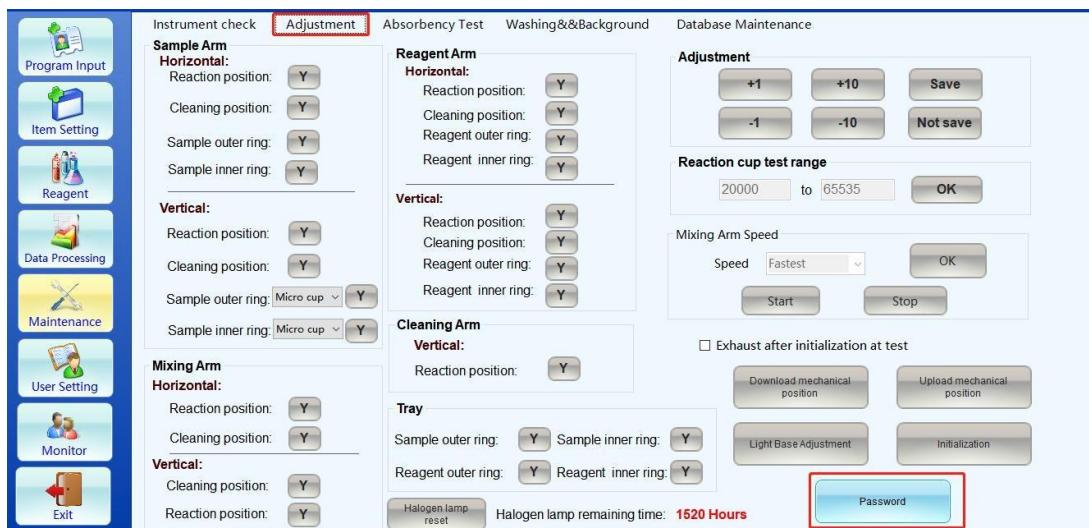

Figura 7-6 Ajuste
Passo 3: Clique em [Manutenção] na barra de menu da interface principal de software e insira a interface [Ajuste] da área de trabalho, como mostrado na figura 7-6. Clique no botão [Senha] na parte inferior direita para exibir uma caixa de diálogo de senha. Insira a senha de login "666666" na caixa para inserir a calibração de instrumento.